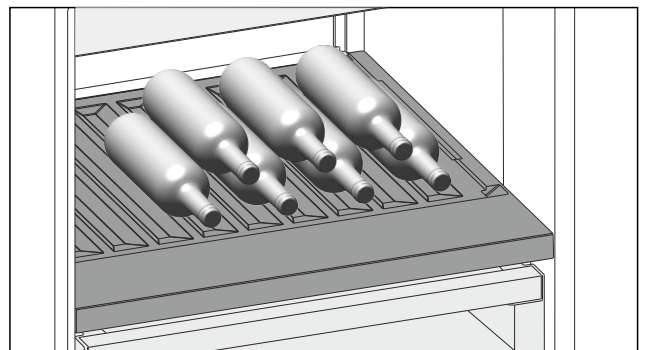

Fig. 150 Beispielhafte Darstellung
- Flaschen mit dem Boden nach hinten zur Rückwand einlegen. (siehe Fig. 150)